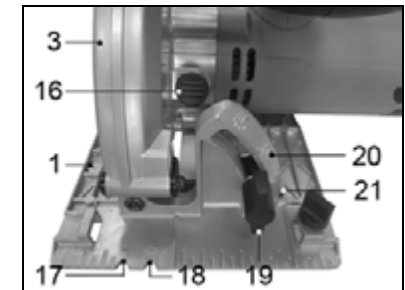

Рис. 5.
7.2. Изменение угла наклона пильного диска (Рис. 5)